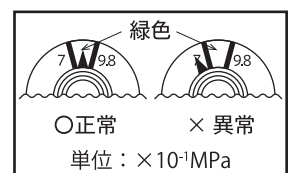

図9
- ☑ 指示圧力計の指針が緑色の範囲内（0.7～0.98MPa）に入っている（図9）
- ☑ **指示圧力計の指針が緑色の範囲内 (0.7 ~ 0.98MPa) に入っている (前ページ・図 9)**